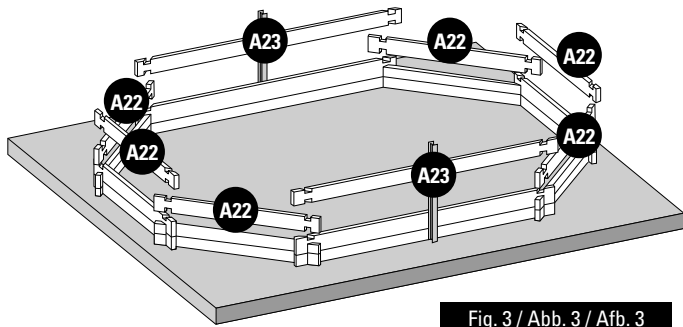

Fig. 3 / Abb. 3 / Afb. 3
- EN 3rd LAYER OF BOARDS:** Install the third layer of boards as shown in figure 3. The position of the refilling fitting with the key and the skimmer should be defined at the start of the assembly (read the specific paragraphs).
- FR 3ÈME RANGÉE MADRIERS :** Positionnez les madriers de la 6ème rangée conformément à la figure 3. Vous devez avoir déterminé l'emplacement de la buse de refoulement et du skimmer dès le début du montage (voir paragraphes spécifiques).
- DE 3. BRETTERREIH:** Platzieren Sie die Bretter der dritten Reihe laut Abb. 3. Zu Beginn der Montage müssen Sie die Lage des Druckventils und des Skimmers festlegen (lesen Sie hierzu die entsprechenden Abschnitte).
- NL 3ª RIJ PLANKEN:** Plaats de planken van de derde rij zoals te zien is op afbeelding 3. U moet al bij aanvang van de montage bepalen op welke plaats het uitstroommondstuk en de skimmer moet komen (less de betreffende paragrafen).